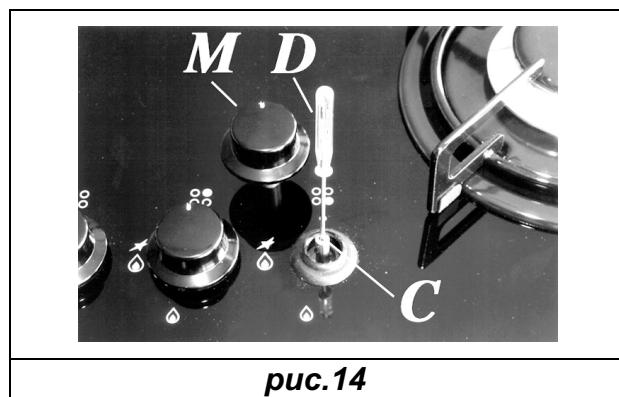

рис.14
-Снимите ручку вентиля «M» (рис. 14), которая просто надевается на стержень и ничем не закреплена. Вставьте маленькую отвертку «D» в отверстие «C» и поворачивайте стопорный винт вправо или влево до тех пор, пока пламя конфорки не отрегулируется до соответствующего позиции «Минимум».